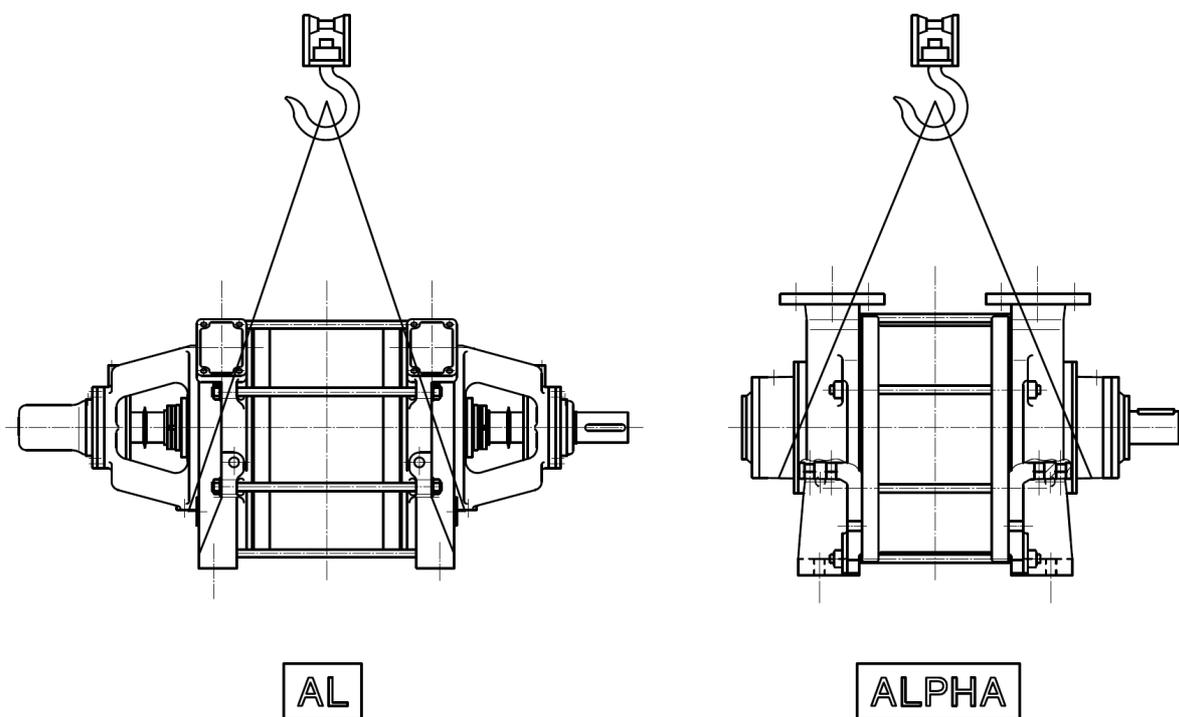

Figure 2 – Positionnement des élingues
1. Utilisez des élingues autour des paliers (Figure 2) et utiliser un matériel de levage approprié pour déplacer la pompe.